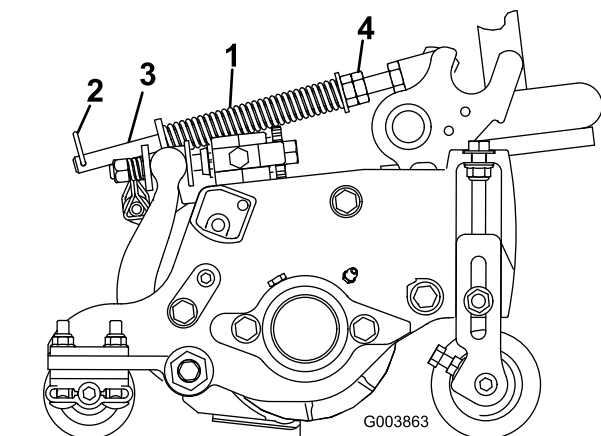

図 12
ターフ補正スプリング（図 12）は、前ローラから後ローラへと、カッティングユニットの体重移動を行います。（これによりユニットを安定させ、いわゆる「波打ったような」仕上がり（ボビングとかマーセリングといわれる現象）を防いでいます。
1. ヘアピン・コッターがスプリング・ロッドの後の穴に差し込まれていることを必ず確認しておいてください（図 12）。
2. スプリング・ロッド前部についている六角ナットを締めてスプリングを縮め、スプリングの長さを、リールマスター 5210 と 5410 の 5 インチ・カッティングユニットでは 12.7 cm、5510 と 5610 の 7 インチ・カッティングユニットでは 15.9 cm に調整する（図 12）。